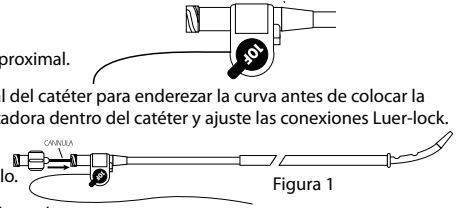

Figura 1
5. Arrastre el enderezador de la cola a lo largo de la porción distal del catéter para enderezar la curva antes de colocar la cánula enderezada dentro del catéter. Coloque la cánula enderezadora dentro del catéter y ajuste las conexiones Luer-lock. Véase la figura 1.